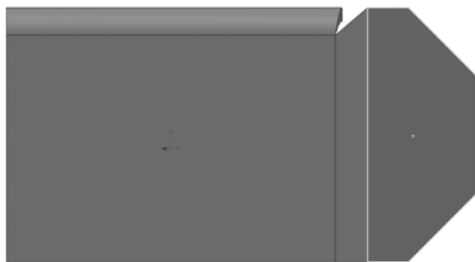
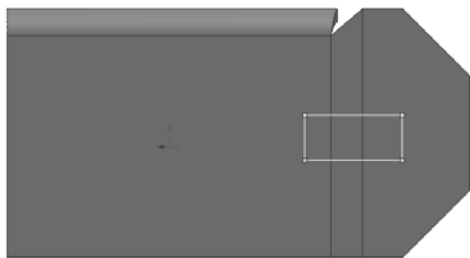
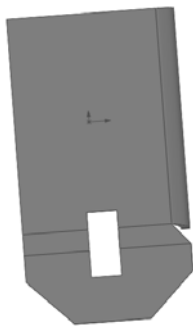

图 10-115 设置基准面
图 10-116 绘制矩形草图
图 10-117 生成切除特征
(3) 选择钣金零件上箭头所指表面作为绘图基准面, 如图 10-115 所示。然后单击“标准视图”工具栏中的  (正视于) 按钮, 单击“草图”工具栏中的  (边角矩形) 按钮, 绘制矩形草图, 如图 10-116 所示。单击“特征”工具栏中的  (拉伸切除) 按钮, 或选择“插入”→“切除”→“拉伸”菜单命令, 在弹出“切除拉伸”属性管理器中“终止条件”一栏中选择“完全贯通”, 然后单击  (确定) 按钮, 生成切除拉伸特征, 如图 10-117 所示。